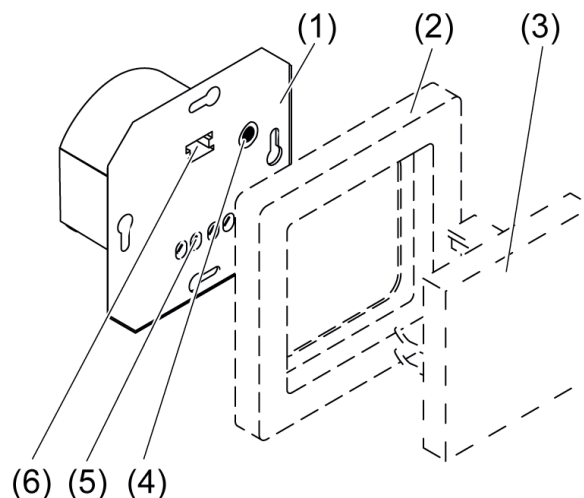

Figura 1: Struttura dell'apparecchio
- Premere il tasto **Dimm-Mode** (4) (figura 1) per oltre 4 secondi.